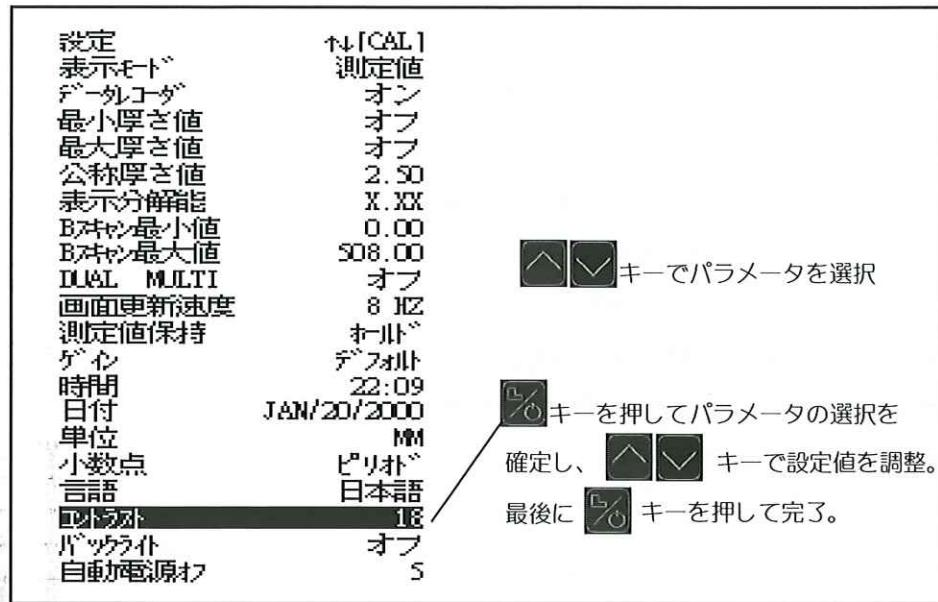

図 6: 設定表示モード
- **設定モード**：測定条件などの設定ができます。表示内容は機能搭載の有無により若干異なります（図 6）。